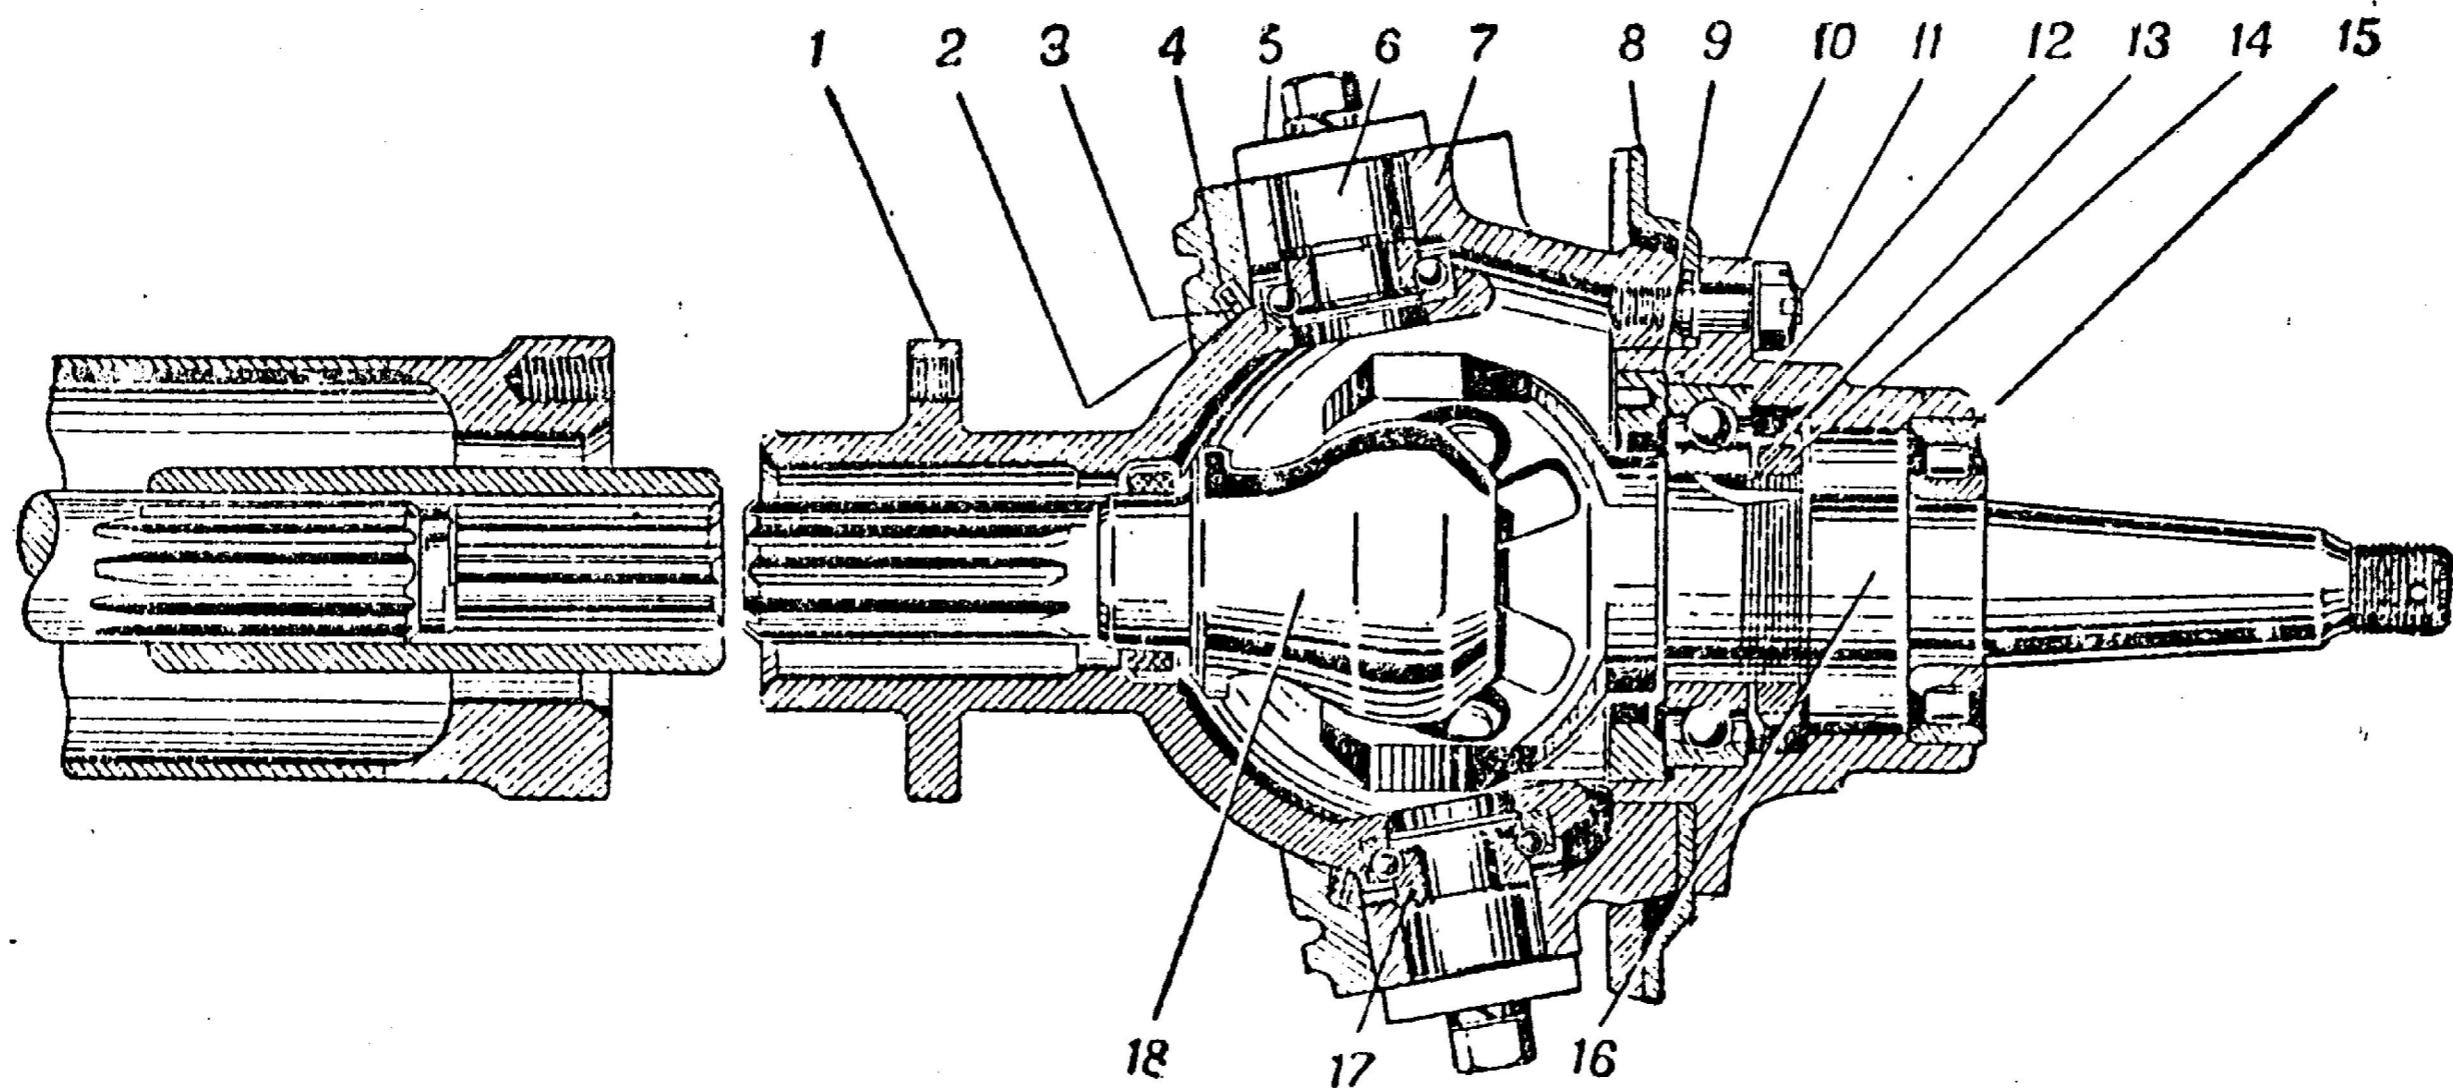

Рис. 8. Привод на передние колёса;
Особенностью переднего ведущего моста автомобиля ГАЗ-67 является наличие поворотной цапфы с шарниром, изображённым на рис. 8. Поворотная цапфа 7 и кожух (шаровая опора) 1 шарнира образуют шарообразный картер, внутри которого находится шарнир постоянной угловой скорости. К поворотной цапфе 7 крепятся тормозной диск 8 и ступица 10. В верхнем и нижнем ушках цапфы помещаются шкворни 6, закрытые накладками.
3. Изменены регулировочные прокладки шкворней и их расположение. Для уменьшения зазора между шкворнем и втулкой новые прокладки надо снимать, а не добавлять, как это делалось при старой конструкции (рис. 8). Прокладки имеют толщину 0,1; 0,15 и 0,4 мм.